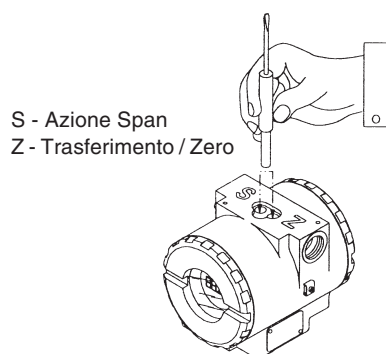

Fig. 3.1 - Aggiustaggio Locale dello Zero e dello Span e Interruttori di Aggiustaggio Locale.
Sotto la piastra di identificazione del trasmettitore si trovano i fori per l'attivazione dei due interruttori magnetici con l'attrezzo magnetico (vedere fig. 3.1).
- Inserire l'attrezzo magnetico nel foro di aggiustaggio ZERO (Vedi fig 3.1).